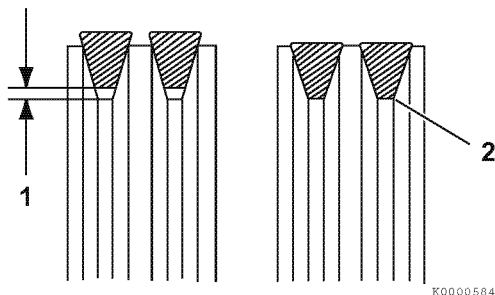

Figure 4
3. Serrez la courroie trapézoïdale selon la tension appropriée. Il doit y avoir un espace (1, **Figure 4**) entre la courroie trapézoïdale et la partie inférieure de la gorge de poulie. S'il n'y a aucun espace (2, **Figure 4**) entre la courroie trapézoïdale et la partie inférieure de la gorge de poulie, remplacez la courroie trapézoïdale.